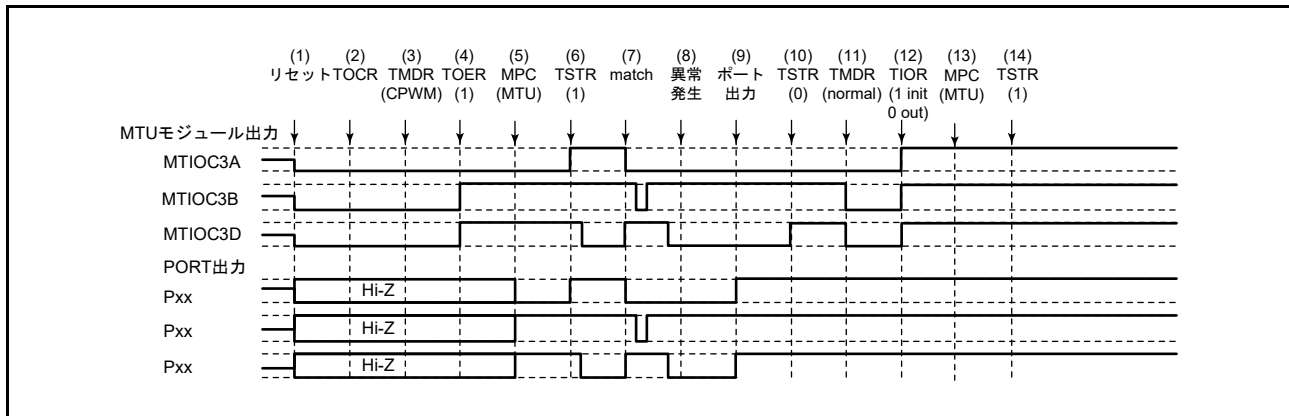

図 20.174 相補 PWM モードで異常が発生し、ノーマルモードで復帰する場合
相補 PWM モードで異常が発生し、再設定後ノーマルモードで再スタートする場合の説明図を図 20.174 に示します。
(1) ~ (10) は図 20.174 と共通です。
(11) PWM モード 1 を設定してください (MTU 出力は Low となります)。
(12) TIOR レジスタで端子を初期化してください (PWM モード 1 では MTIOCnB (MTIOCnD) 端子に波形が出力されません。出力すべきレベルがある場合は、I/O ポートのポート方向レジスタ (PDR)、ポート出力データレジスタ (PODR) で汎用出力ポートの設定をしてください)。
(13) MPC と I/O ポートのポートモードレジスタ (PMR) で MTU 出力としてください。
(14) TSTRA (TSTRB) レジスタで再スタートします。
(23) 相補 PWM モードで動作中に異常が発生し、相補 PWM モードで再スタートする場合の動作
(11) MPC と I/O ポートのポートモードレジスタ (PMR) で MTU 出力としてください。
(12) TSTRA (TSTRB) レジスタで再スタートします。
(13) コンペアマッチの発生により相補 PWM 波形を出力します。
(24) 相補 PWM モードで動作中に異常が発生し、相補 PWM モードで新たに再スタートする場合の動作
- (11) ノーマルモードを設定し新しい設定値を設定してください (MTU 出力は Low となります)。
- (12) TOERA (TOERB) レジスタで MTU3、MTU4 (MTU6, MTU7) の出力を禁止してください。
- (13) TOCR1A、TOCR2A (TOCR1B, TOCR2B) レジスタで相補 PWM モードの出力レベルと周期出力の許可 / 禁止を選択してください。
- (14) 相補 PWM を設定します。
- (15) TOERA (TOERB) レジスタで MTU3、MTU4 (MTU6, MTU7) の出力を許可してください。
- (16) MPC と I/O ポートのポートモードレジスタ (PMR) で MTU 出力としてください。
- (17) TSTRA (TSTRB) レジスタで再スタートします。
(25) 相補 PWM モードで動作中に異常が発生し、リセット同期 PWM モードで再スタートする場合の動作
(11) ノーマルモードを設定してください (MTU 出力は Low となります)。
(12) TOERA (TOERB) レジスタで MTU3、MTU4 (MTU6, MTU7) の出力を禁止してください。
(13) TOCR1A、TOCR2A (TOCR1B, TOCR2B) レジスタでリセット同期 PWM モードの出力レベルと周期出力の許可 / 禁止を選択してください。
(14) リセット同期 PWM を設定します。
(15) TOERA (TOERB) レジスタで MTU3、MTU4 (MTU6, MTU7) の出力を許可してください。
(16) MPC と I/O ポートのポートモードレジスタ (PMR) で MTU 出力としてください。
(17) TSTRA (TSTRB) レジスタで再スタートします。
(26) リセット同期 PWM モードで動作中に異常が発生し、ノーマルモードで再スタートする場合の動作